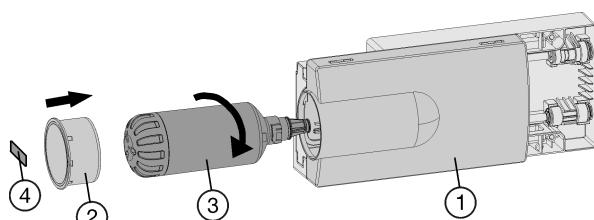

Fig. 50
- Mettre en place le filtre à eau Fig. 50 (3) à eau puis le tourner d'env. 100° vers la droite jusqu'à la butée.
- Insérer le tiroir Fig. 50 (1).
- Poser le couvercle du filtre Fig. 50 (2).
- Inscrire la date du dernier remplacement sur l'autocollant Fig. 50 (4) fourni puis le coller sur le module.